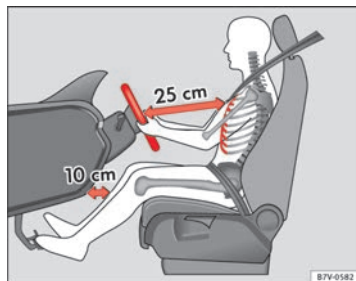
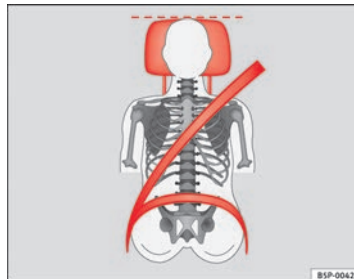

Fig. 1 La separación correcta entre el conductor y el volante debe ser de 25 cm como mínimo (10 pulgadas).
Fig. 2 Banda del cinturón y apoyacabezas ajustados correctamente.
- Ajuste el apoyacabezas de modo que el borde superior quede, en la medida de lo posible, a la altura de la parte superior de la cabeza, en ningún caso por debajo de los ojos. Mantenga la nuca lo más cerca posible del apoyacabezas ⇒ fig. 1 y ⇒ fig. 2.
- Ajuste el volante de tal modo que quede como mínimo a 25 cm (10 pulgadas) del tórax ⇒ fig. 1 y que pueda asir el volante lateralmente por la parte exterior con las dos manos y los brazos ligeramente flexionados.
- Ajuste el asiento del conductor longitudinalmente de forma que pueda pisar a fondo los pedales con las piernas ligeramente flexionadas y que las rodillas queden, como mínimo, a 10 cm (4 pulgadas) del tablero de instrumentos ⇒ fig. 1.